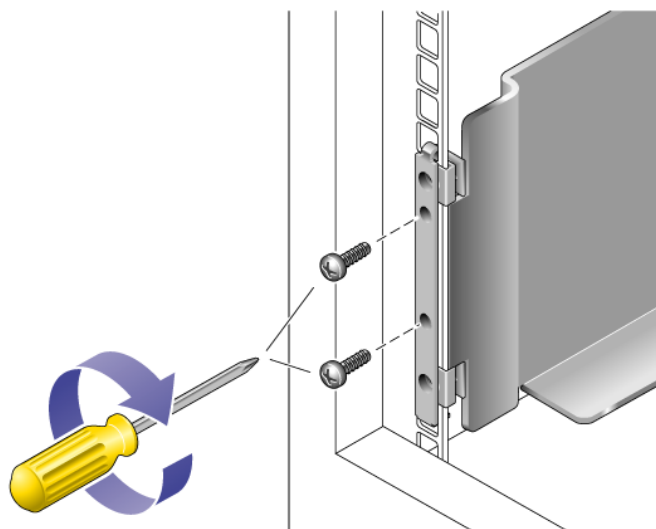

図 2-26 キャビネット正面へのレールの固定
3. プラスのねじ回し (Phillips の 2 番) を使用して 2 本の 8-32 ねじを差し込んで締め付け、レールをキャビネットの正面に固定します (図 2-26)。